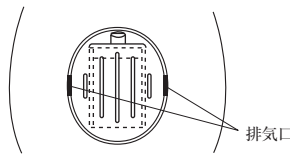

図2
4. ボトルを2、3回ポンピングし排気口から排気音が発生することを確認する。1) (図2)